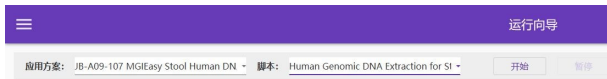
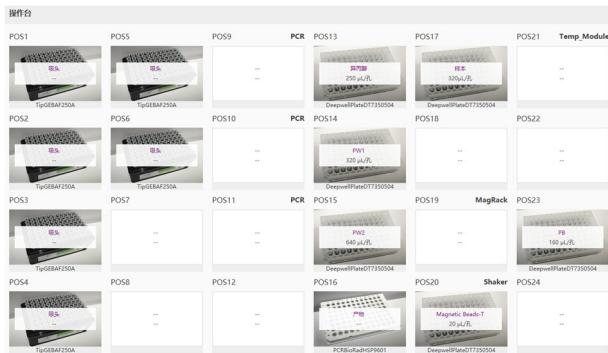

图 5 运行向导
图 6 核酸提取台面布置图
- 5) 打开左侧导航栏，选择【运行向导】选项。在【运行向导】界面，如图 5 所示，点击【应用方案】下拉框，选择【JB-A09-107 MGEasy Stool Human DNA Extraction RV1.0_SV1.0】，点击【脚本】下拉框，选择需要运行的脚本【Human Genomic DNA Extraction for Stool_V1.0.py】。界面下方【操作台】处将出现如图 6（表 8）所示核酸提取需要准备台面，将准备阶段备好的样品、试剂和耗材按下图放置完成并确认无误后关闭仪器门窗。